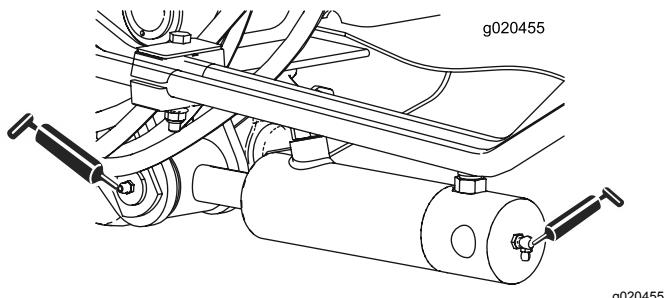

Figura 81
- Dois (cada lado) casquinhos do cilindro do braço de elevação (Figura 81)